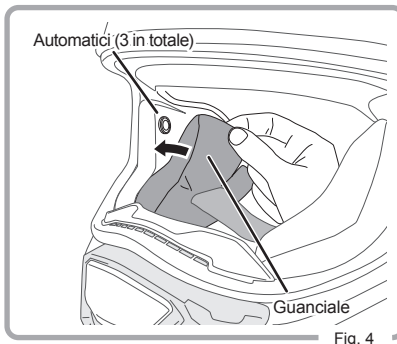

Fig. 4
5. Agganciare i 3 automatici. (Fig. 4)